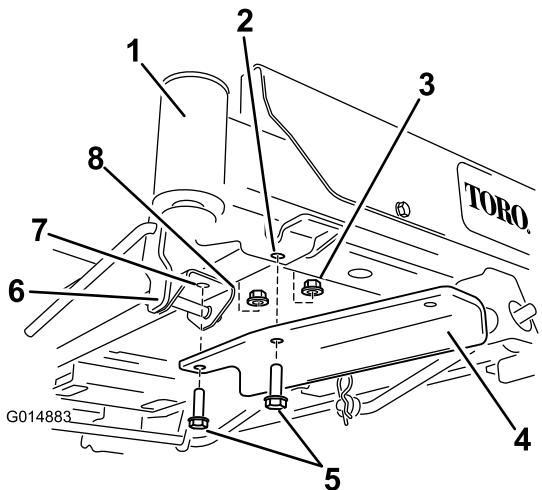

Figura 7
- Per le macchine dotate di pedale di sollevamento assistito: le rondelle non sono necessarie. Di contro, rimuovete i dispositivi di fissaggio frontale nella staffa del pedale di sollevamento assistito. Assicurate la staffa utilizzando i due bulloni e i due dadi di bloccaggio (Figura 7). Uno dei dadi di bloccaggio è a corredo nelle parti sciolte, l'altro è quello precedentemente rimosso.